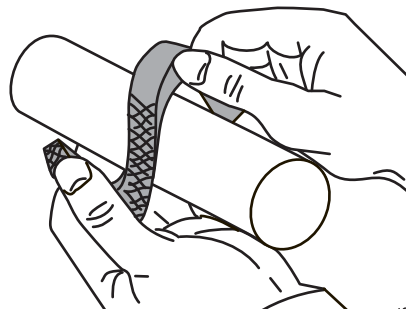

Figura 21: Anillos de estanqueidad doblados en sentido axial.
- Abra los nuevos anillos de estanqueidad doblándolos en sentido axial. Consulte figura 21.